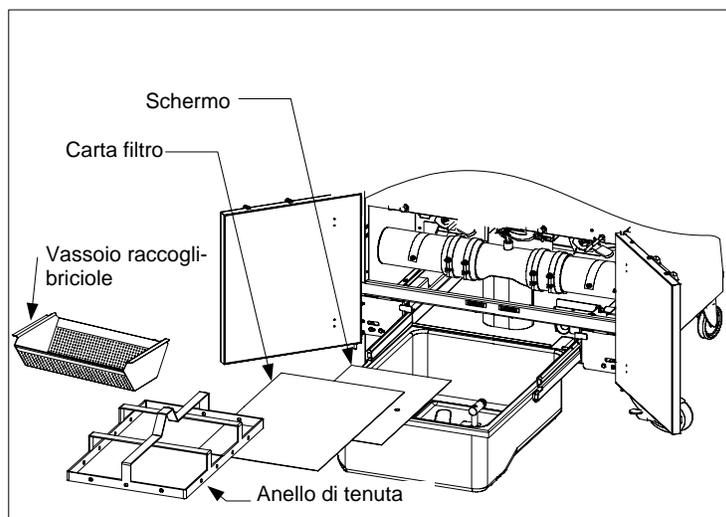

Figura 1
1. Estrarre il tampone filtro dall'armadietto e rimuovere il vassoio raccogli-briciole, l'anello di mantenimento, la carta filtro e lo schermo del filtro. (Figura 1) Pulire tutti i componenti con una soluzione di detergente e acqua calda, quindi asciugare accuratamente.
3. Quindi in ordine inverso, collocare lo schermo del filtro metallico al centro della parte inferiore della bacinella, quindi disporre un foglio di carta filtro sulla parte superiore dello schermo, sovrappoendolo su tutti i lati. (Figura 1) Se si utilizza un tampone filtro, accertarsi che il lato ruvido del tampone sia rivolto verso l'alto e disporlo sopra lo schermo, accertandosi che si trovi tra i bordi in rilievo del tampone filtro.